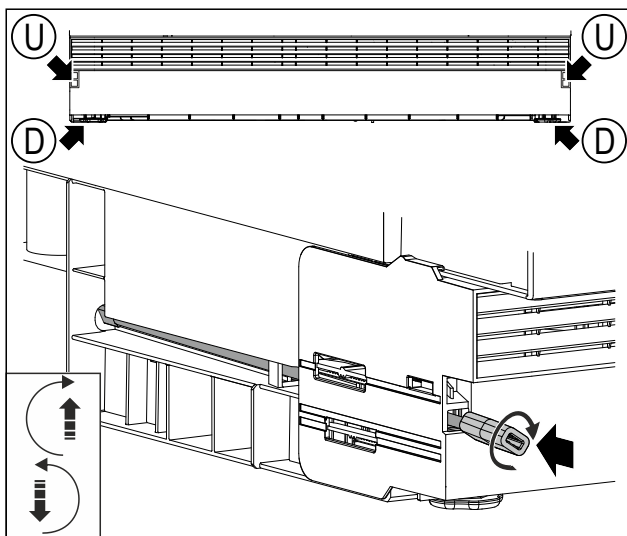

Fig. 22 Ilustrační zobrazení
- (U) Nastavení výšky vzadu (D) Nastavení výšky vpředu
- Tyč s adaptérem zasuněte do otvoru Fig. 22 (U).